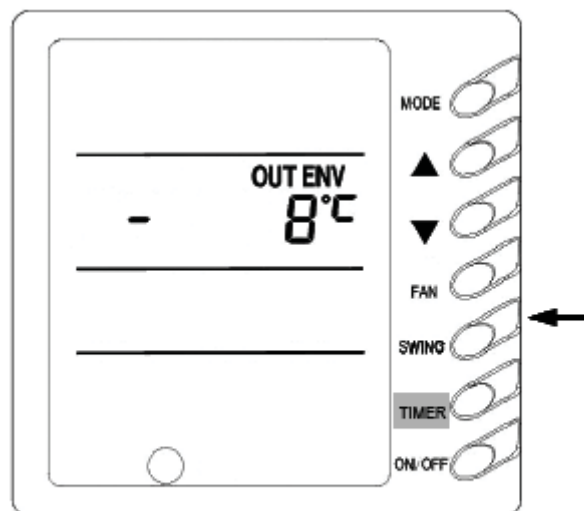

Рис. 14
7) Индикация уличной температуры (рис. 14)